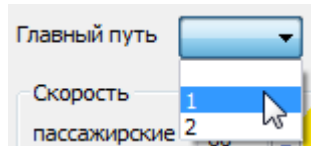

Рис.168. Выбор пути действия предупреждения
6. Для многопутных перегонов в поле «Гл. путь» установить номер пути, по которому действует предупреждение (см. рис. 168).